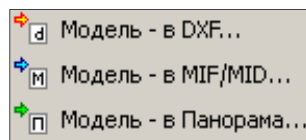

Рис. 10.15
1. Выбрать соответствующую команду в меню **Данные/Экспорт** (рис.10.15).